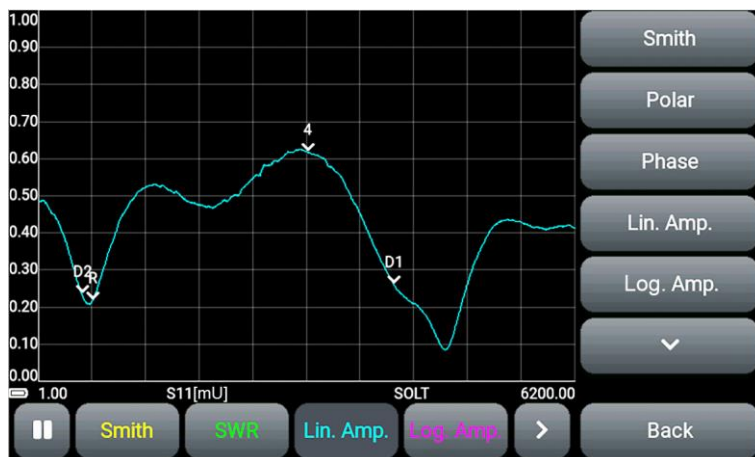

Рисунок 9.17 – Выбор графика из списка
9.10.4. Измените типа отображаемого графика, нажав кнопку с названием активного графика и выбрав новый из списка (Рисунок 9.17). Кнопка **Back** – выход из списка графиков.